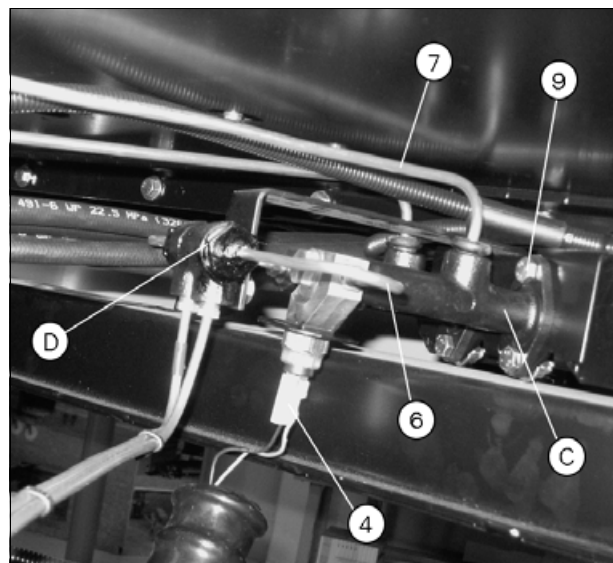
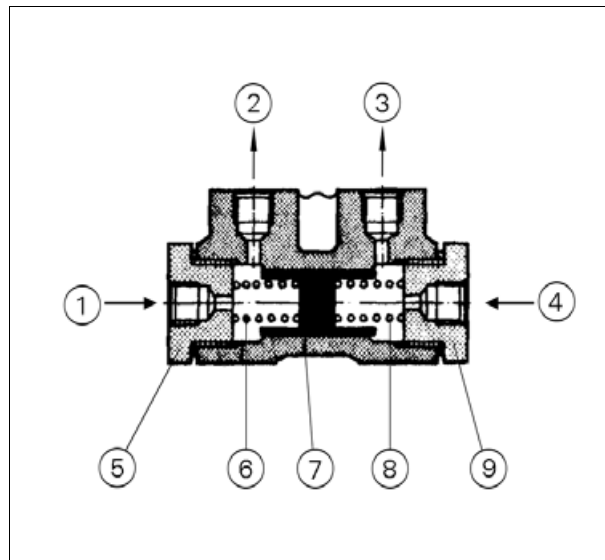

Рис. 10.
Рис. 14.
- При установке педали необходимо обеспечить высоту над полом (X) равной 240 мм (прибл. 220 мм над ковриком). Настройка высоты выполняется с помощью настроечного винта (F) рис. 14.
ВАЖНО: При демонтаже главного цилиндра (D) рис. 10 убедитесь, что стопорное кольцо (7) установлено, как показано на рис. 14. Если оно установлено неправильно, сброс давления тормозной жидкости невозможен.